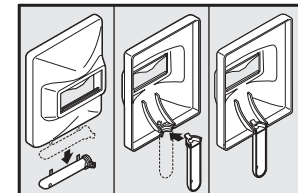

Figure 4
- Éloigner la poignée amovible du masque (WF2050, WF2054 & WF2058 seulement; le modèle WF2057 est fourni avec un casque complètement assemblé). Couper l'excès de plastique pour enlever les bords tranchants (Voir la figure 4).
- Pour fixer le manche, placer le masque à main sur une surface nivelée et appuyer sur le manche jusqu'à ce qu'il soit en place. (Voir Figure 4).